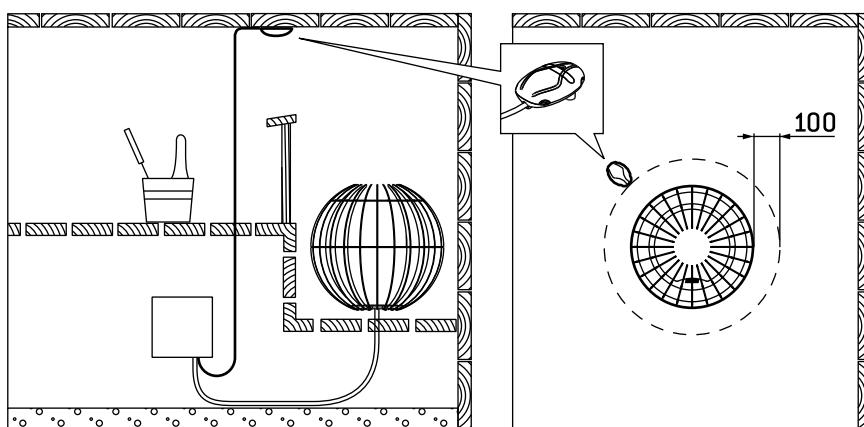

Рисунок 6. Установка температурного датчика (все размеры приведены в миллиметрах)
- GL:** Установите датчик на стену сауны, как показано на рис. 6. Вставьте кабель датчика в разъем нагревателя по принципу цветового соответствия.
- GL-E:** Установите датчик (WX248 поставляется вместе с каменкой) на стену сауны, как показано на рис. 6.
Датчик следует устанавливать в место, указанное в данной инструкции (рис. 6). Если не соблюдается минимальное расстояние, следует переместить вентиляцию.